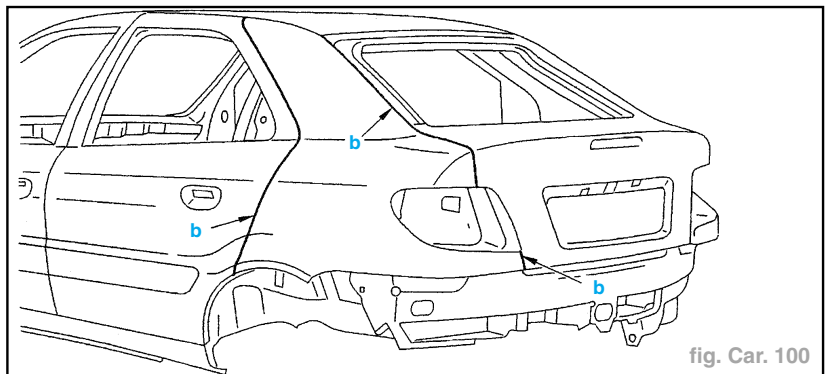

fig. Car. 100
- Fermer porte, volet et contrôler les jeux en "b" (fig. Car. 100).